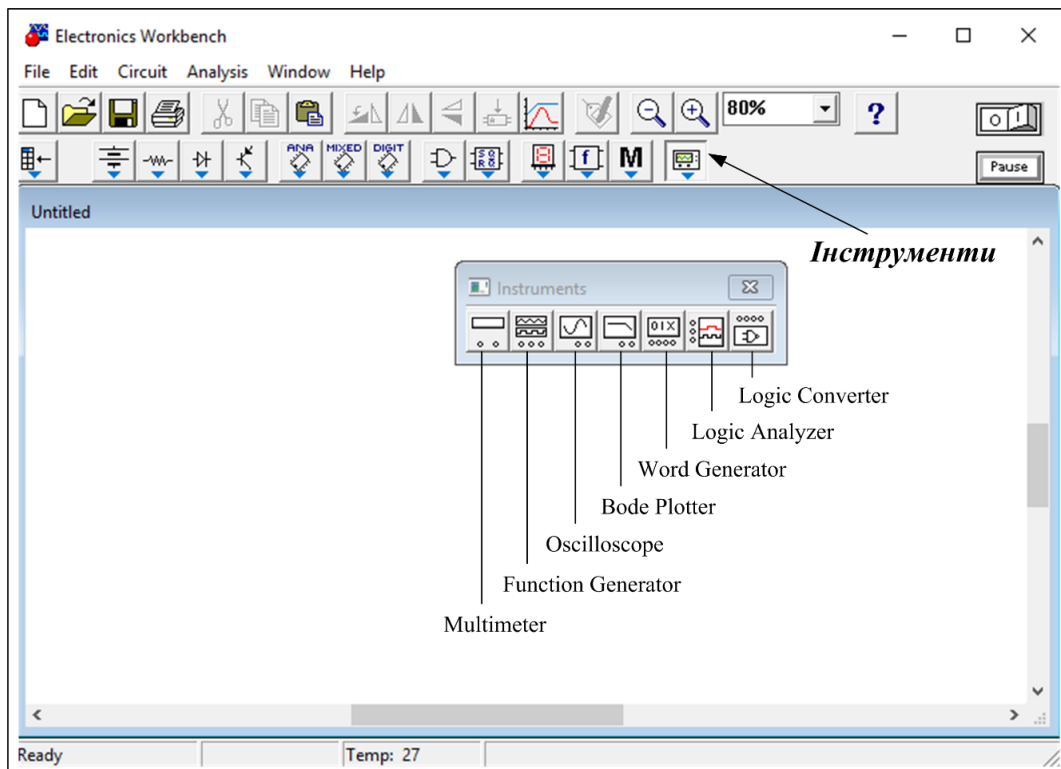

Рисунок 1.1 – Елементи папки *Instruments*
- 5 Натиснути маніпулятором миші (рисунок 1.1) на зображенні *Instruments (Інструменти)*.